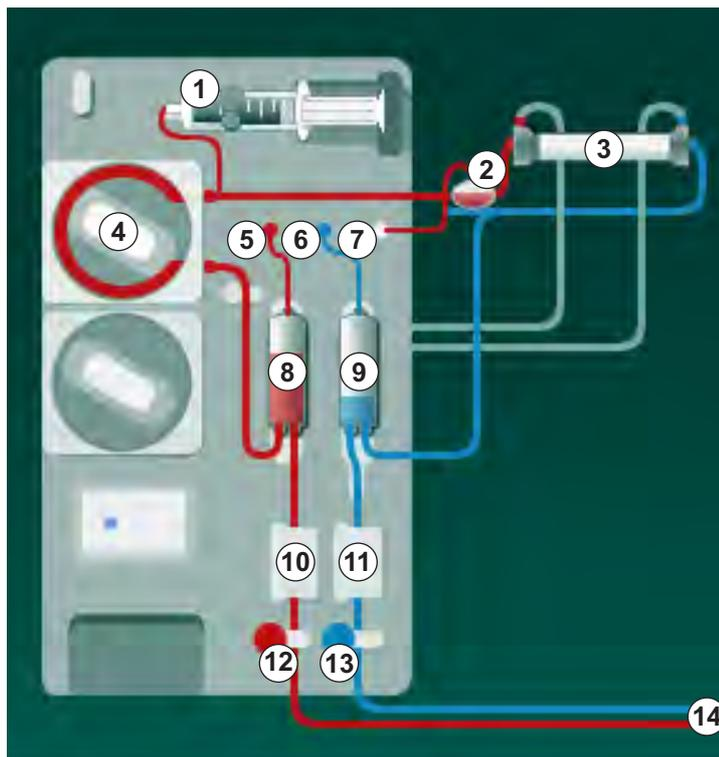

Fig. 9-3 Montaje del sistema A/V - Unipunción Cross Over
1. Fijar el dializador (Fig. 9-3, ③) en su soporte (véase el apartado 5.6 Conexión del dializador (95)).
- 5 Sensor de presión arterial (PA)
- 6 Sensor de presión venosa (PV)